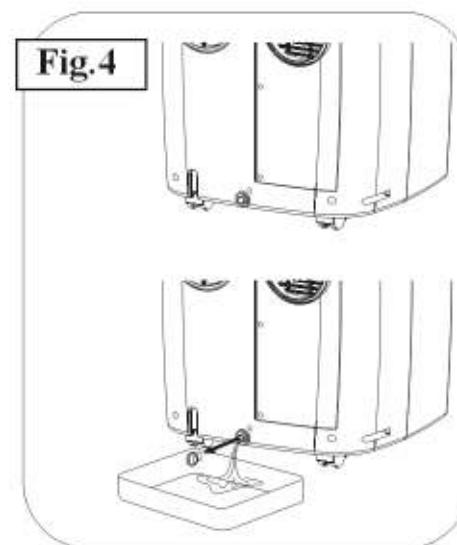

Fig. 4
1) Évacuez l'exès d'eau le réservoir en plaçant une casserole sous l'eau de drain sortie (Fig. 4).
- 1) Pour enlever le filtre à air : Tirez la couverture de filtre à air vers le haut dans la direction de la flèche (Fig. 4) et enlevez le filtre à air.